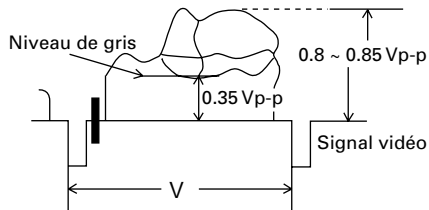

Fig. 8
En visualisant l'objet lumineux, réglez la résistance variable THRESHOLD (VR802) en la tournant vers la droite de manière à relever le niveau du signal de sortie vidéo de la caméra à environ 0,8 - 0,85 Vcc (voir figure 8).
6. Réglez le niveau de gris illustré dans la figure 8 à 0,35 Vcc en tournant la résistance variable GRAY (VR804) à gauche ou à droite.